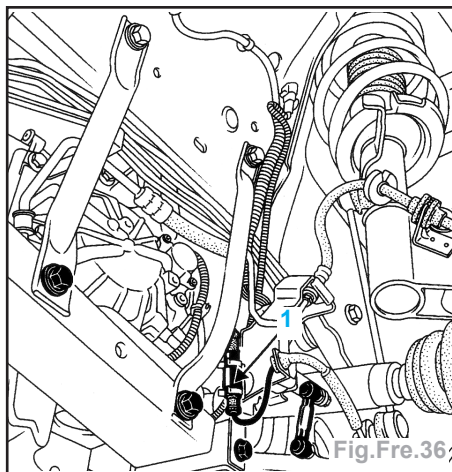

Fig.Fre.36
- à l'avant sur les porte-connecteurs (1), derrière les pare-boue (Fig.Fre.36),